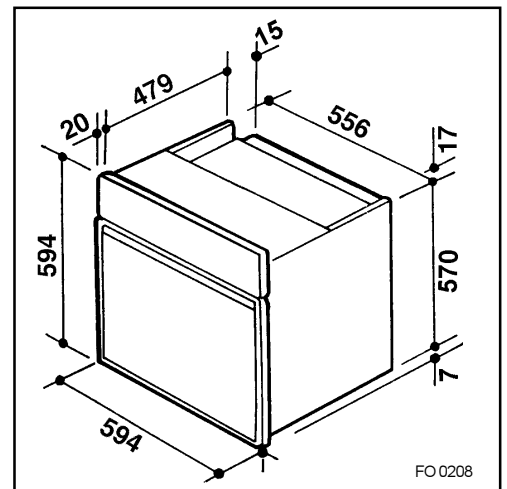

Fig. 9
- Cotes d'encastrement (Fig. 9)